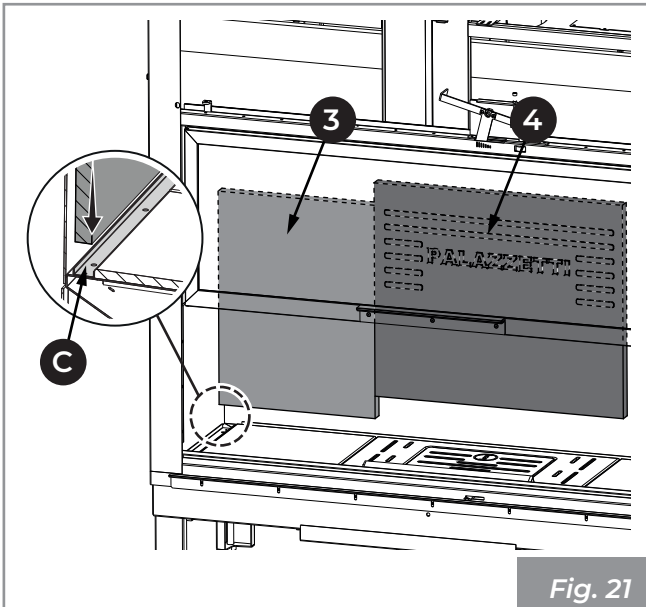

Fig. 21
- 1) Poser le fond réfractaire de droite (3) et central (4) contre la paroi de l'Ecomonoblocco et les faire délicatement glisser à leur place, en centrant le rail (C) présent derrière la base en fonte (Fig. 21).